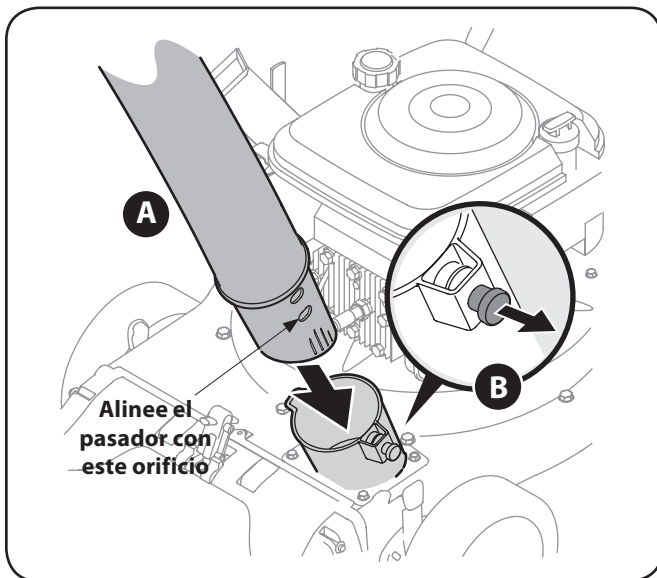

**Figura 3-3**
- b. Deslice la cuerda de arranque en la guía. Vea la Figura 3-3.